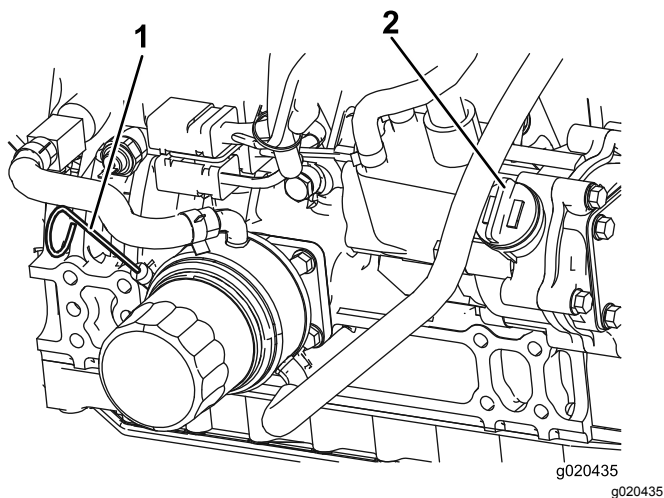

Figura 76
El nivel de aceite debe estar en el intervalo seguro (Figura 76).
4. Si el nivel de aceite está por debajo del intervalo seguro, retire el tapón de llenado (Figura 76) y añada aceite hasta que el nivel llegue a la marca Full (lleno).